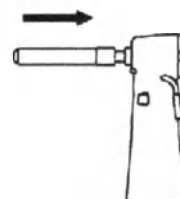

Рисунок 6
- 3) Протолкните иглу/стоматологический бор вовнутрь. Если игла/стоматологический бор плотно зафиксированы, раздастся звук щелчка (Рисунок 6).